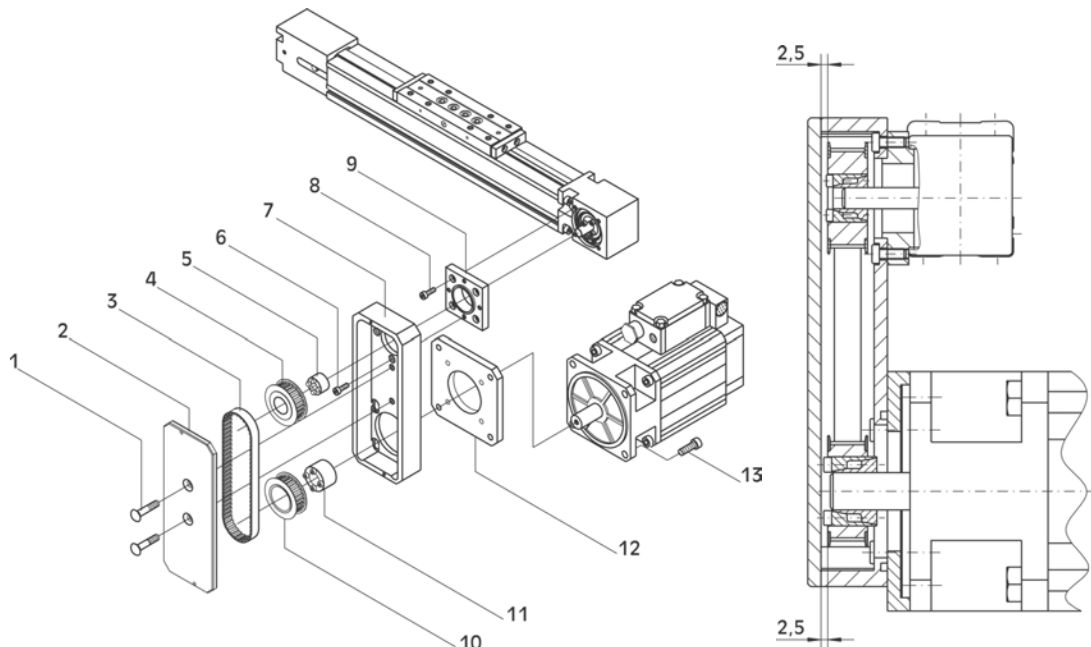

Bild 8: Riementrieb RT 40
1. **Bild 8:** Gehäuse (7) mit Zwischenplatte (9) am Lagergehäuse des WH 40 befestigen.
2. Synchroscheibe (4) mit DKWN-Spannsatz Innendurchmesser 8 mm (5) auf Antriebszapfen des WM 40 stecken.
3. Antriebsmotor mit Zwischenflansch (12) am Gehäuse befestigen. Dabei die Schrauben noch nicht festziehen.
4. Synchroscheibe (10) mit DKWN-Spannsatz Innendurchmesser 14 mm (11) auf Motorwelle stecken.
5. Zahnriemen (3) um beide Synchroscheiben schlingen und dabei die Synchroscheiben zueinander fluchtend ausrichten. Anschließend Synchroscheiben mit DKWN-Spannsätzen auf Antriebszapfen und Motorwelle fixieren (siehe Kapitel 10.1 "Anzugsdrehmomente"). Abstand zwischen Gehäuseoberkante und Synchroscheibe 2,5 mm (siehe Bild 8).
1. **Bild 8:** Zahnriemen durch Verschieben des Motors mit Zwischenflansch (12) spannen.
2. Gehäusedeckel (2) auf Gehäuse schrauben.